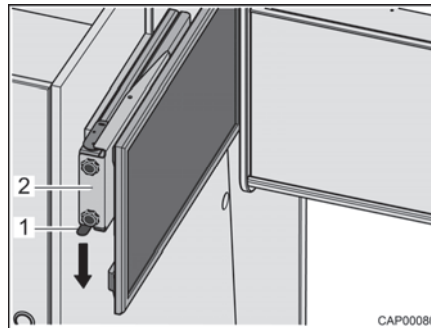

Fig. 69 Base estraibile con schermo piatto
- Premere verso il basso la molla d'arresto (Fig. 69, 1) ed estrarre orizzontalmente la base estraibile (Fig. 69, 2) con lo schermo piatto in direzione del centro del veicolo.
- Spingere orizzontalmente verso l'interno la base estraibile (Fig. 69, 2) con lo schermo piatto fino all'arresto. La molla d'arresto (Fig. 69, 1) scatta in posizione.